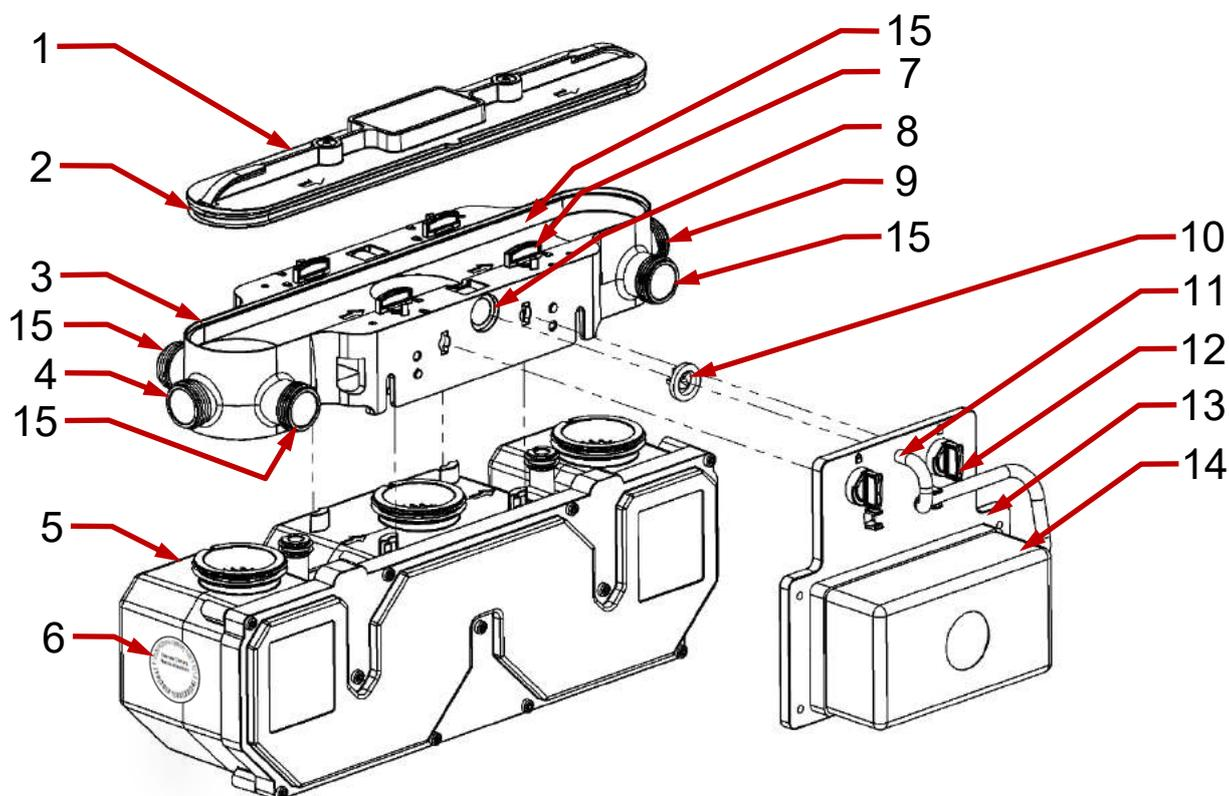

Figure 1 : Structure de base de l'unité Purecondens® Gaz 400
Les deux composants principaux de l'unité Purecondens® (figure 1) sont la cartouche (5) et le distributeur (3). Ils sont reliés par le biais de quatre clés de distributeur (7).